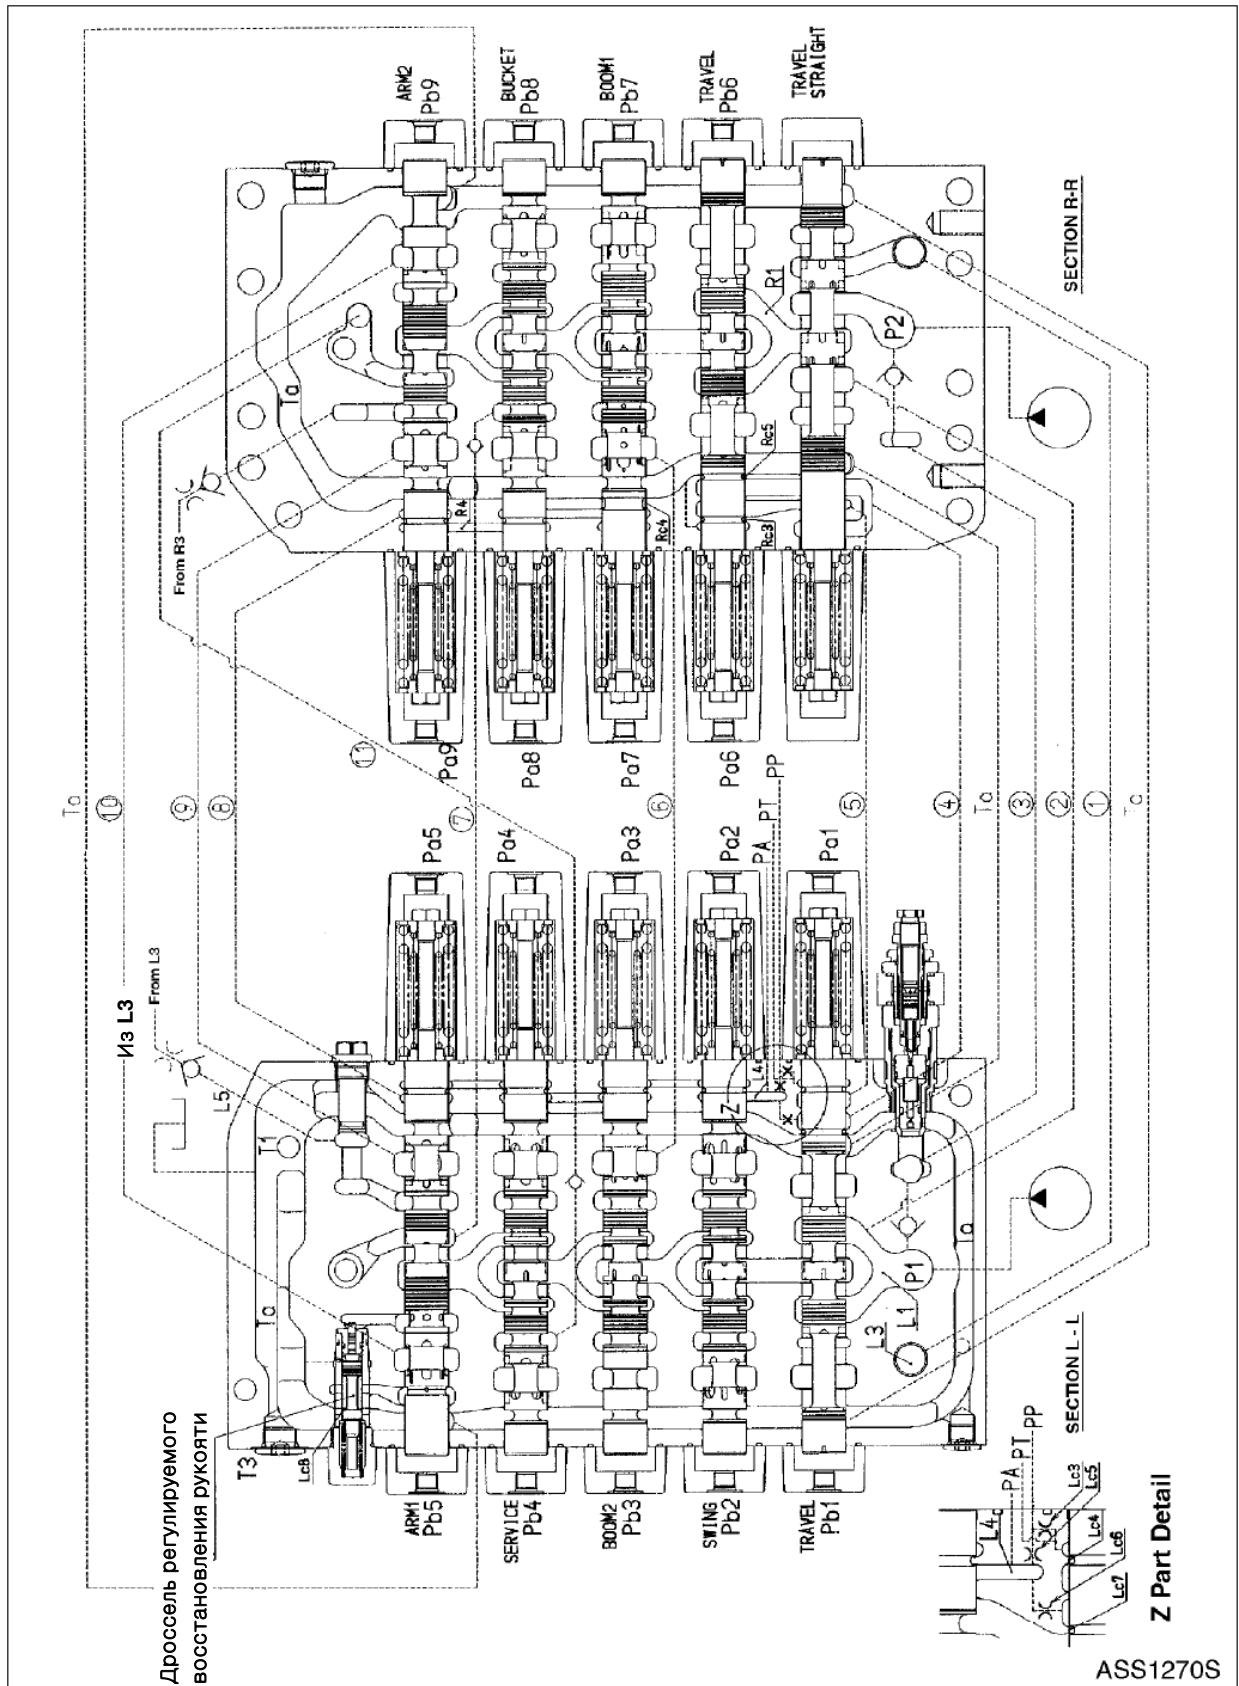

Рис. 2
## Прохождение сигнала (рис. 2)
1. Масло, подаваемое в порт (PP, рис. 2), после прохождения через сопло (Lc3) разделяется на два потока. Один поток направляется в порт (PP), а другой – через буртик (Lc4) и канал (5) к буртику (Rc3) и в канал бака (Ta).
2. То же масло, подаваемое из порта (PP), после прохождения через сопло (Lc5) частично течет в порт (PA), а частично – через каналы (L4), (8) и (R4) к буртику (Rc4) золотника стрелы 1 и далее в канал бака (Ta).
3. Масло, проходящее через сопло (Lc6), частично течет из буртика (Lc7) в канал бака (Ta), а частично проходит через канал (4) к буртику золотника хода (Rc5) и затем в канал бака (Ta).